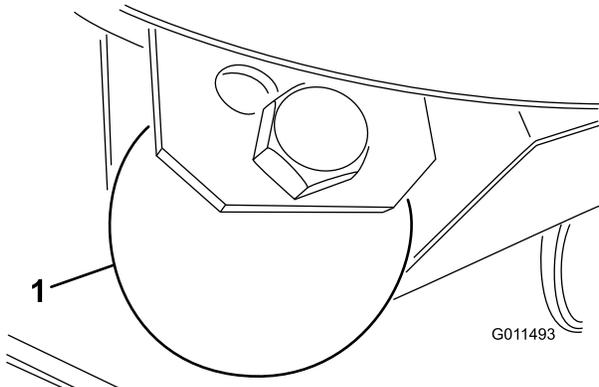

Figura 24
Per regolare i pattini rimuovete il bullone flangiato e i dadi, posizionate i pattini come desiderate e montate i dispositivi di fissaggio (Figura 24).
1. Rimuovete il bullone e il dado che fissano la ruota limitatrice alle staffe dell'apparato di taglio (Figura 24).